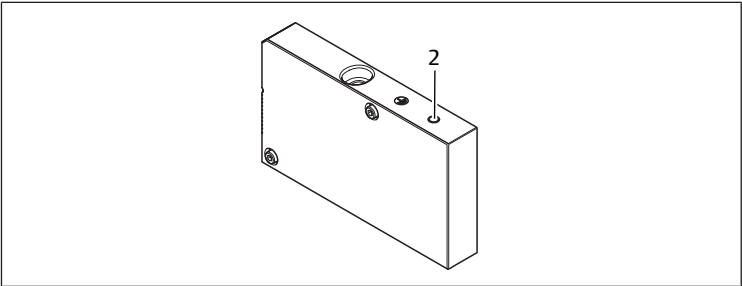

Bild 8: FE-anlutning
1. För att avleda EMC-störningar, anslut FE-anlutningen (2) på vänster ändplatta via en funktionsjord med låg impedans. Se → Bild 8.